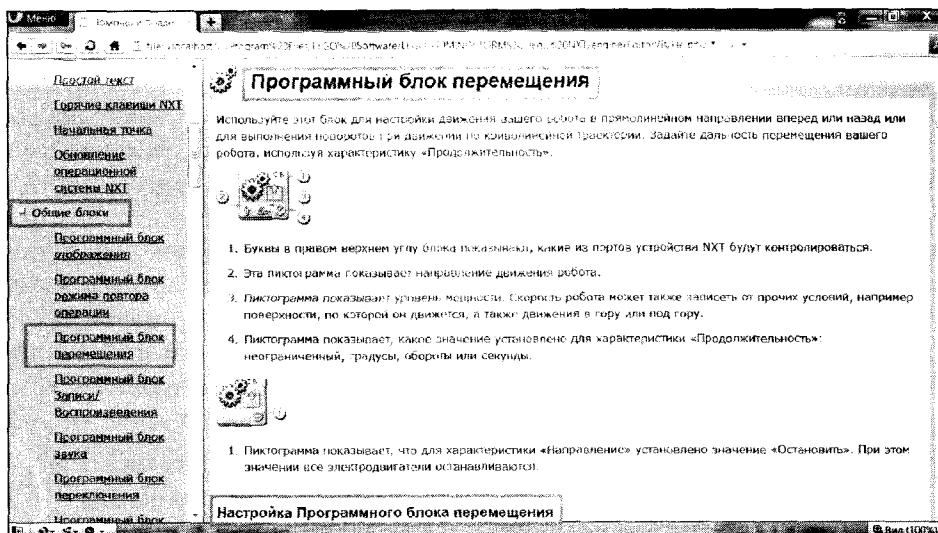

Рис. 11. Справочная система
3. Прочтите информацию о блоке Движение (перемещение) и его настройках (рис. 11).